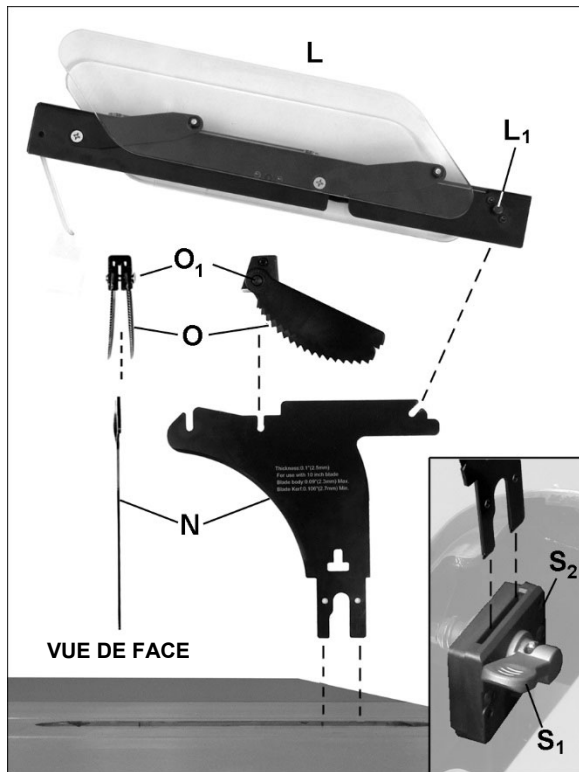

Figure 6-10 : Installer l'ensemble de protection
Voir la Figure 6-10.
2. Positionnez l'ensemble de linguets antirecul (O, Figure 6-10) de façon à ce que le côté incliné du bloc à linguets soit orienté vers l'avant de la scie, comme cela est illustré.
3. Baissez l'ensemble à linguets sur l'encoche centrale du couteau séparateur, avec les cliquets à cheval sur la lame. Enfoncez et maintenez enfoncé le bouton du bloc à linguets (O₁, Figure 6-10), et enfoncez le bloc à linguets jusqu'à ce qu'il s'enclenche fermement dans l'encoche.